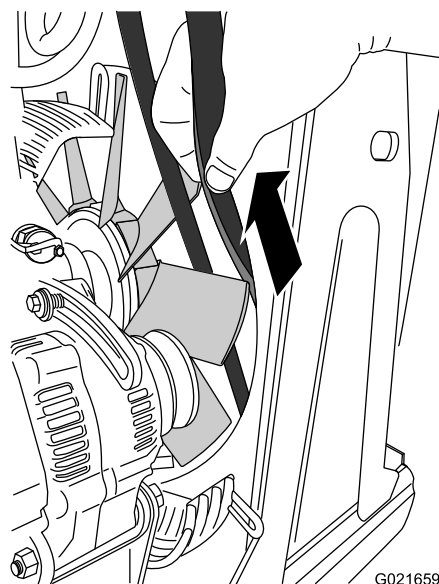

Figure 90
11. Alignez la courroie entre 2 des pales du ventilateur, puis tirez la courroie en arrière et vers le haut avec précaution afin de la déposer de la machine (Figure 90).
1. Alignez la courroie entre 2 des pales du ventilateur, et poussez-la en avant et vers le bas jusqu'à ce qu'elle soit en face du ventilateur (Figure 90).